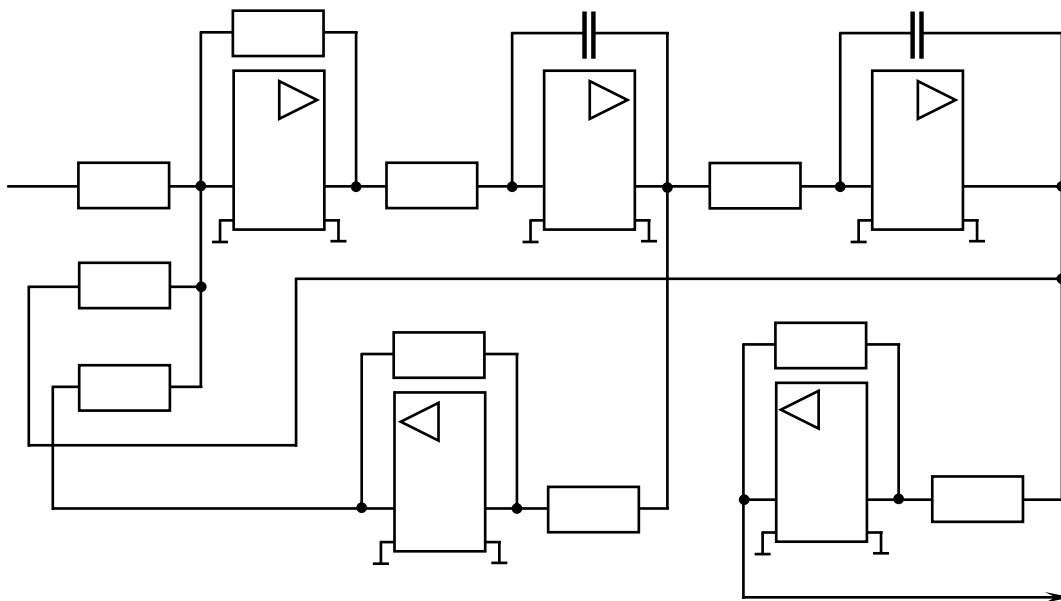

Рис.1
11. Составляем схему модели методом понижения порядка (рис. 1).